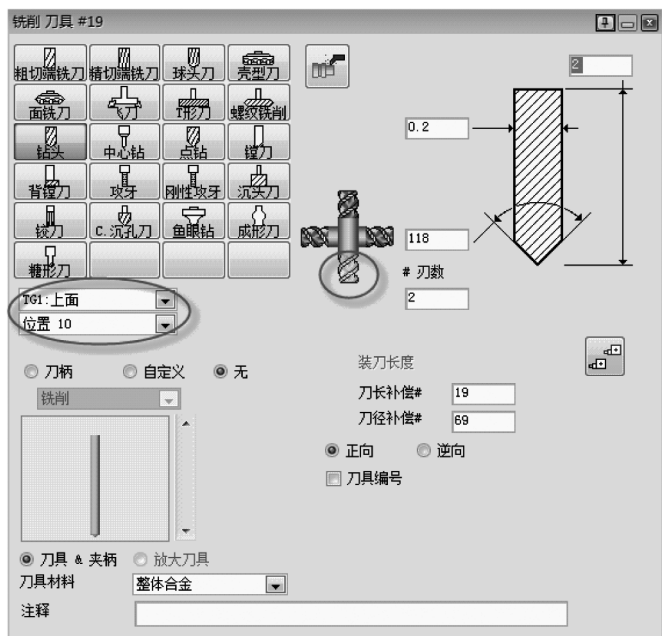

图 5-38 铣削刀具#19
21) 创建铣削刀具#19，如图 5-38 所示。注意：此刀具属于 TG1。